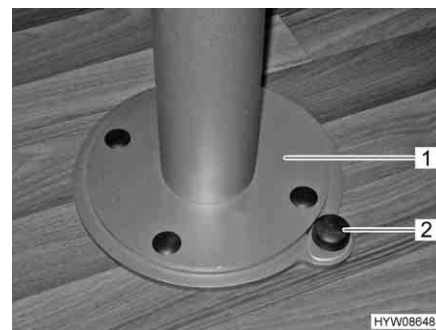

Fig. 62 Sbloccaggio dispositivo di rotazione piede del tavolo
- Spingere verso il basso il bottone (Fig. 62,2) del bloccaggio.
- Ruotare il piede del tavolo con il piano del tavolo (Fig. 62,1) nella posizione desiderata.